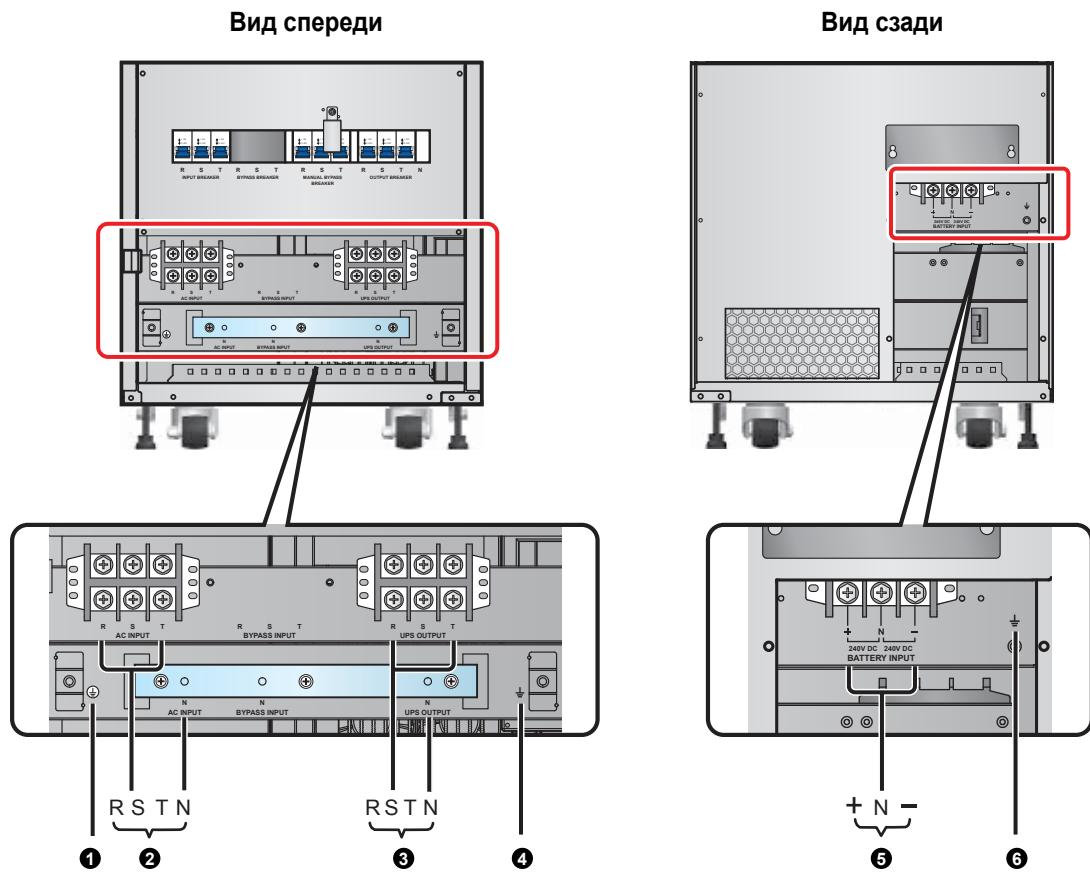

Рис. 6-6. Модель 60 кВА, блок зажимов
- 1** Откройте переднюю дверцу ИБП, снимите переднюю и заднюю панели, чтобы получить доступ к блокам зажимов, показанному на **Рис. 6-6~6-8**.
**2** Убедитесь, что вы разобрались с подключениями к блоку зажимов, показанными на Рис. 6-6~6-8.